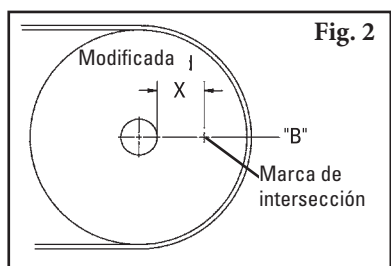

Fig. 2
- 3a. **Marque la medida X.** Reste la medida anterior (Paso 2a) de la medida X seleccionada para establecer la medida X modificada. Con esta nueva medida X mida horizontalmente desde la parte delantera del eje de la polea hacia la línea B y marque en el chute (Fig. 2).
- 2c. Mida desde la dimensión Y determinada más 2-3/4" (70 mm) y haga una marca (Fig. 2).** Esta marca indica la ubicación superior del material de soporte que se agregará para la instalación de los soportes de montaje del limpiador.
2. **Reensamble el ensamble del resorte.** Deslice el resorte, arandela y bujes en el brazo del pivote y gire las dos tuercas de ajuste de manera que aproximadamente 6mm del brazo del pivote quede expuesta sobre las tuercas (Fig. 2).